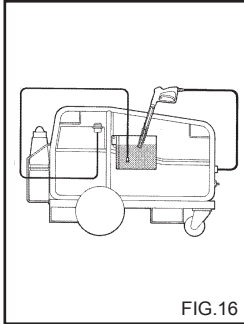

FIG.16
**OPERATIONS FOR USING ANTIFREEZE (fig. 16)**